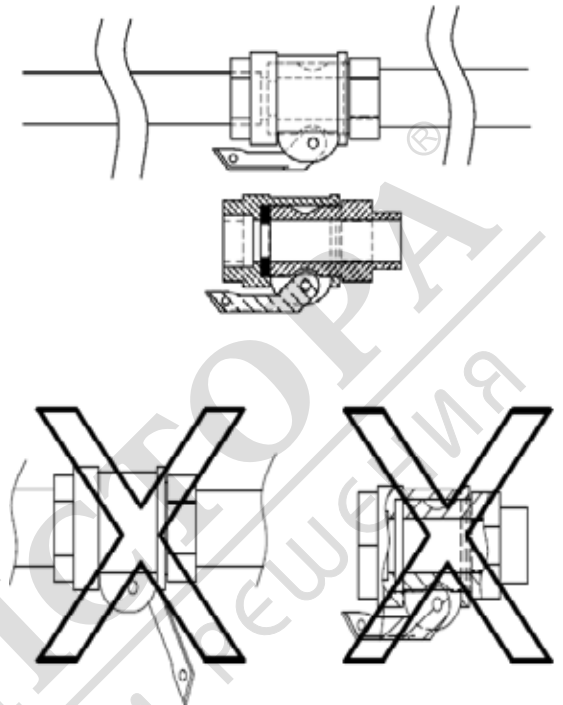

Fig.4-B
## 9. INSTALARE (Fig. 4)
Strângeți în mod corect racordurile camă (fig. 4, ref. 1) introducând garniturile (fig. 4, ref. 2) și conectați pistolul de pulverizare la capătul conductelor.